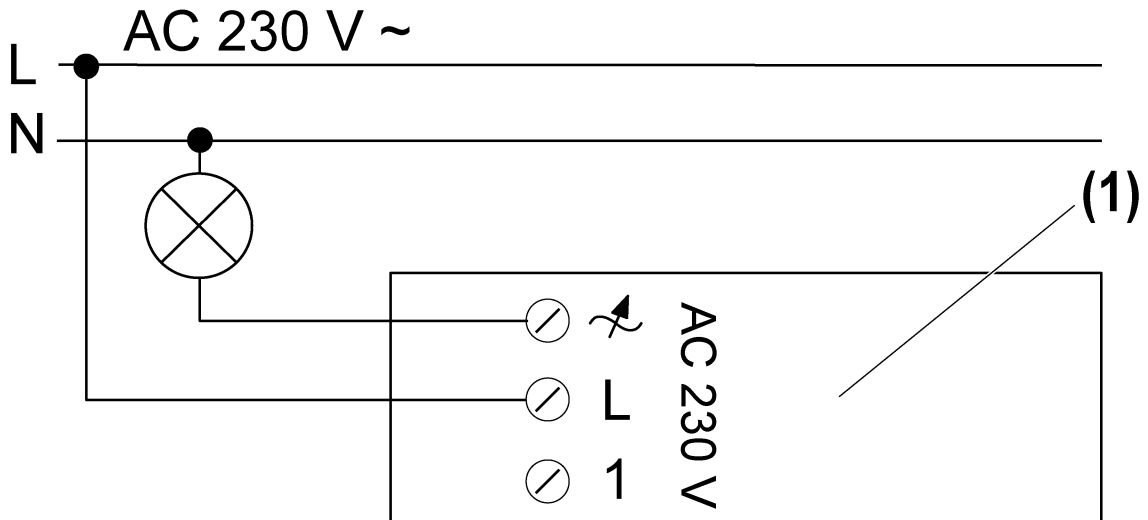
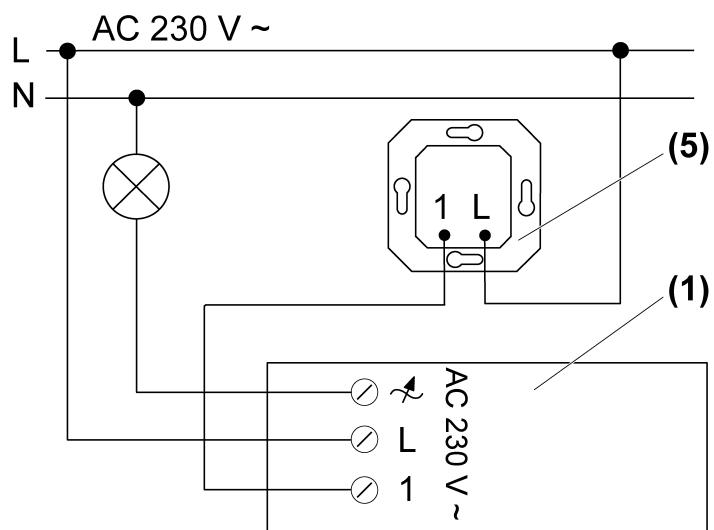
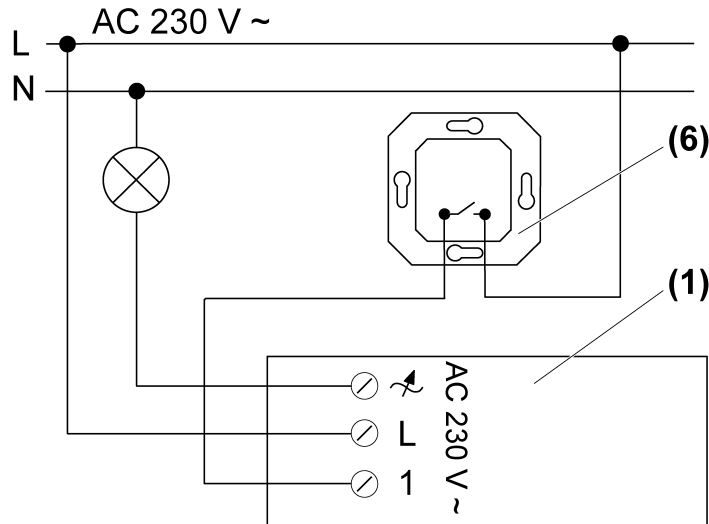

Bild 3: Anschlussplan Dimmer
Bild 4: Anschlussplan Dimmer mit Nebenstelle 2-Draht
Bild 5: Anschlussplan Dimmer mit Installationstaster
- Dimmer gemäß entsprechendem Anschlussplan (Bild 3), (Bild 4) oder (Bild 5) anschließen.